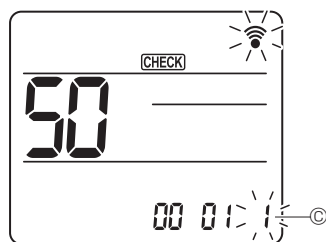

Fig. 7-20
- ④ Seleccionar el número de ajuste
- Utilice el botón [DOWN] para cambiar el número de ajuste ④. (Fig. 7-20)
- ⑤ Para seleccionar múltiples funciones continuamente
- Repita la selección de ③ y ④ para cambiar de manera continua los ajustes de varias funciones.
- ⑥ Para seleccionar la función completa